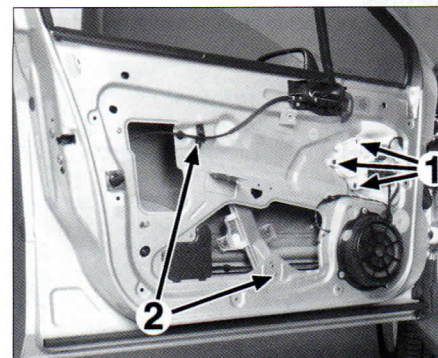

FIG. 26
Desmontar los tornillos de fijación (1) del motor de elevalunas (fig. 26).